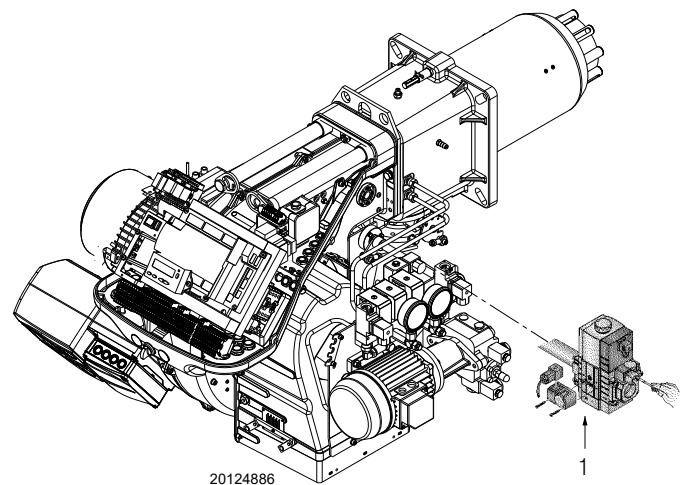

Abb. 40
- Prüfen Sie den Versorgungsdruck des Gases durch Anschließen eines Druckmessers an der Druckentnahmestelle 1)(Abb. 40) des Minimal-Gasdruckwächters: er muss geringer als der maximal zulässige Druck der Gasarmatur sein, der auf dem Kennschild der technischen Daten angegeben ist.
- Lassen Sie die Luft aus der Leitung der Gasarmatur ab, indem Sie eine Kunststoffleitung an die Druckentnahmestelle 1)(Abb. 40) des Minimal-Gasdruckwächters anschließen. Führen Sie die Entlüftungsleitung aus dem Gebäude, bis Gasgeruch wahrzunehmen ist.